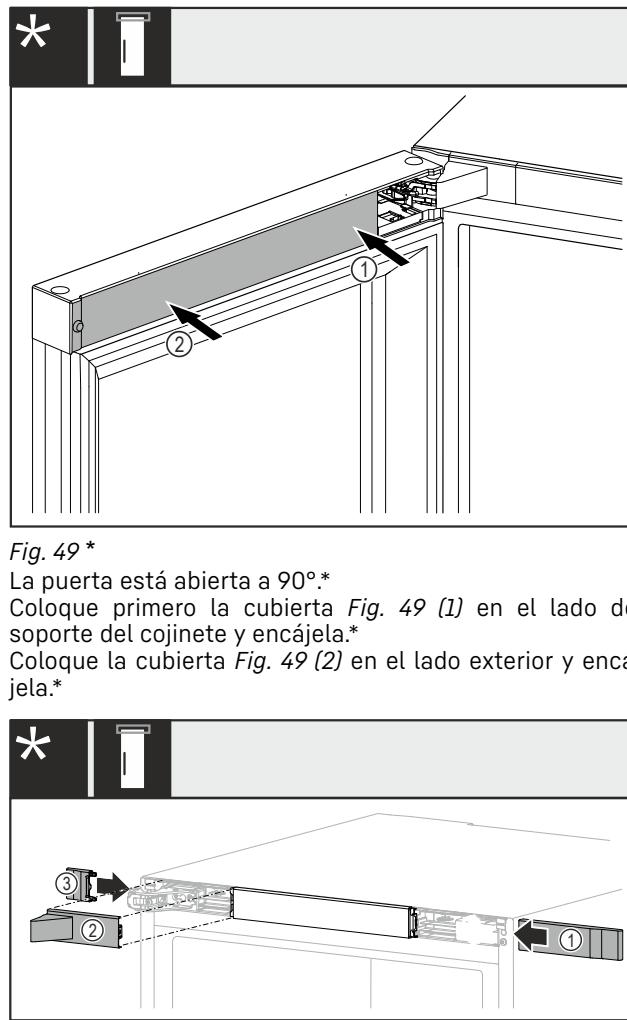

Fig. 51 \*
- Inserte la pieza adaptadora Fig. 51 (1) en el hueco del lado del tirador.\*
- Apriete el tornillo Fig. 51 (2) con el destornillador.\*